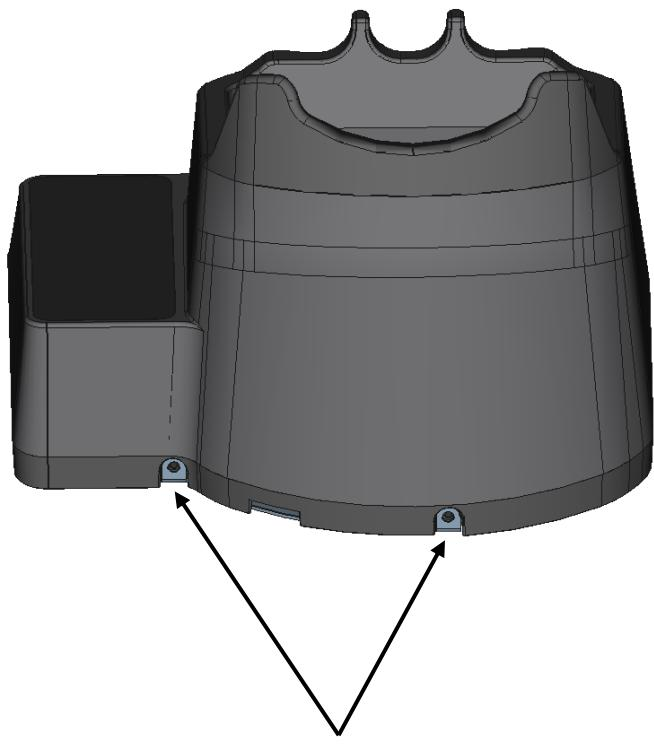

Рисунок 11 – Фиксирование считывателя на монтажной пластине
- 9) Закрепите считыватель на монтажной пластине и зафиксируйте винтами на нижнем торце (см. рисунок 11).
- выкрутить винты на нижнем торце считывателя (см. рисунок 11);